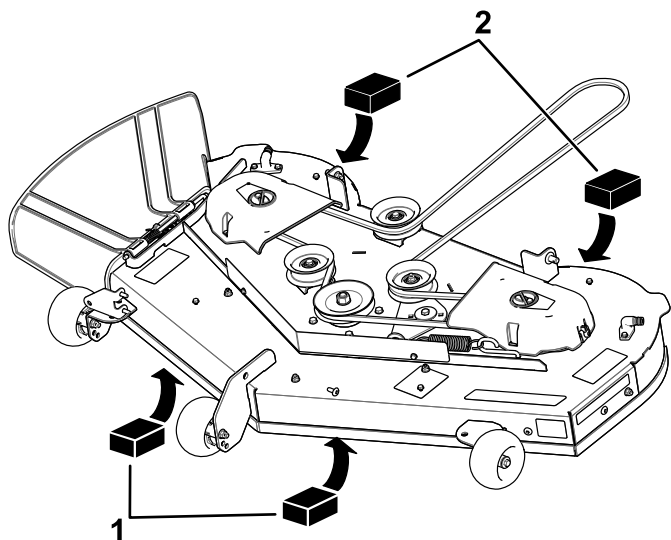

Figura 62
4. Coloque dos bloques de 6.6 cm (2⁵/₈") de grosor debajo de cada lado del borde delantero de la carcasa, pero no debajo de los soportes de los rodillos protectores del césped (Figura 62).
5. Coloque dos bloques de 7.3 cm (2⁷/₈") de grosor debajo del borde trasero del faldón de la carcasa de corte, uno en cada lado de la carcasa de corte (Figura 62).